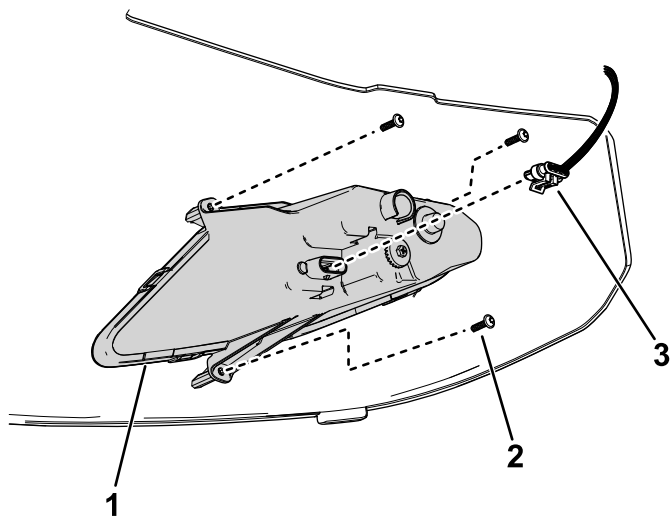

Bild 37
3. Ziehen Sie den Kabelbaumanschluss vom Scheinwerferanschluss ab (Bild 37).
- Verbinden Sie den Kabelbaumanschluss mit dem Scheinwerferanschluss (Bild 37).